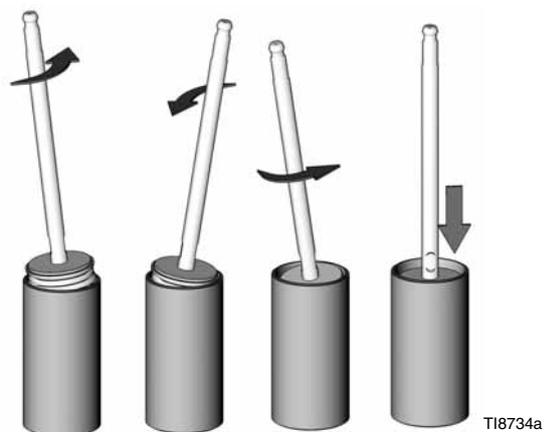

FIG. 6
8. Lubrificare la parte interna del cilindro (4). Fare scorrere il gruppo del pistone nel cilindro. Ruotare il pistone come illustrato in FIG. 6.